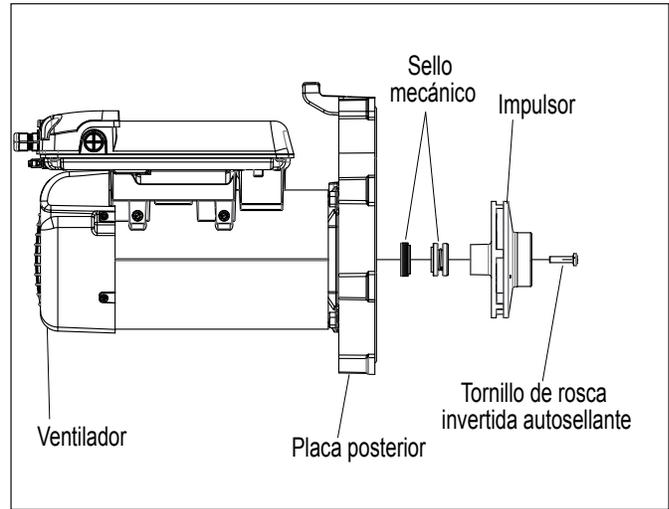

Figura 13. Retire el impulsor, motor A.O. Smith
7. Retire la tapa del ventilador en la parte trasera del motor quitando los tornillos. (Véase las Figura 13.) El eje del motor y el ventilador quedarán a la vista.
8. Sostenga el eje expuesto del motor con un destornillador plano ancho de 1/2" mientras retira el tornillo central del impulsor. Utilice un destornillador de punta estrella N° 3 y gire el tornillo de rosca izquierda hacia la derecha para aflojarla. Véase las Figura 13.